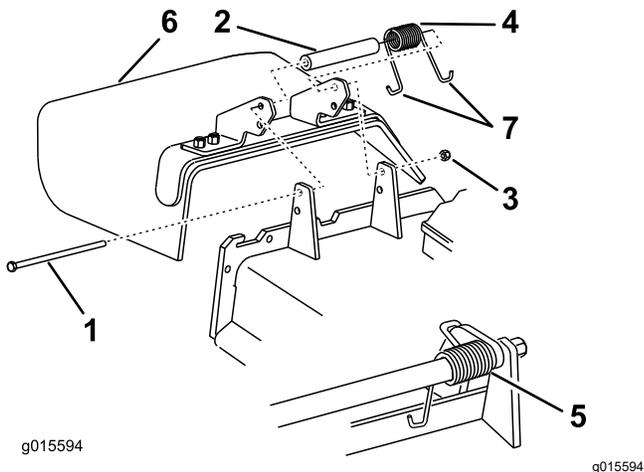

Figure 93
1. Retirez le contre-écrou, le boulon, le ressort et l'entretoise qui fixent le déflecteur aux supports de pivot (Figure 93).
Remarque: Prenez soin de placer 1 extrémité en J du ressort derrière le bord du tablier avant de mettre le boulon en place, comme montré à la Figure 93.
6. Accrochez l'extrémité en J du ressort au déflecteur d'herbe (Figure 93).